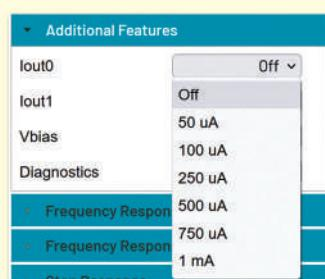

Рис. 14. Вікно задання струму на виходах АЦП
- струм кожного з вихідів (рис. 14);